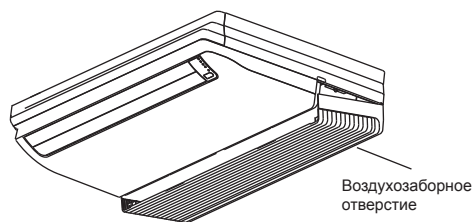

Рис. E1
1. Откройте воздухозаборное отверстие (см. рис. E1).